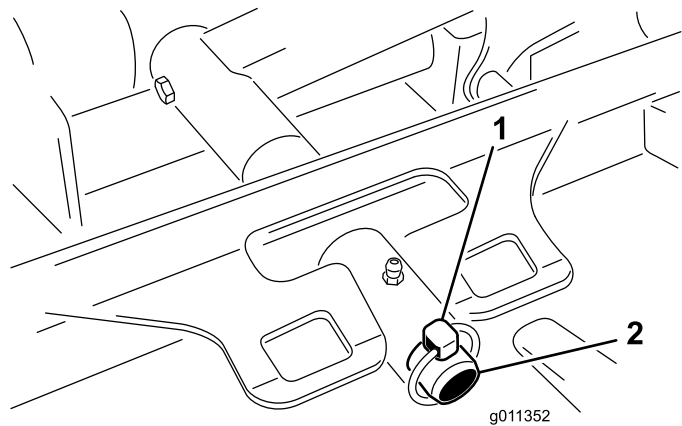

图 11
3. 卸下将刀盘承载架固定至提升臂枢轴销的保险销或锁紧螺母仅限 GM 4700 (图 11)。
3. 将刀盘承载架滑动至提升臂枢轴销上。使用保险销或锁紧螺母仅限 GM 4700 固定 (图 11)。